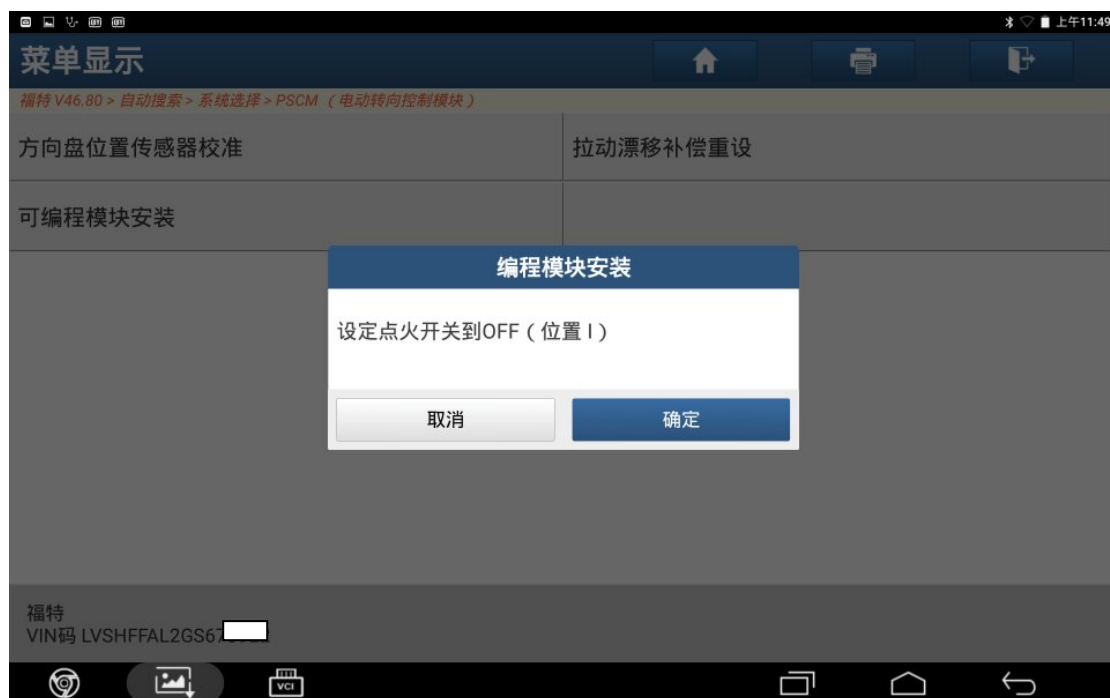

图 13
13). 设定点火开关到 OFF (位置 I), 点“确定”, 如图 13;